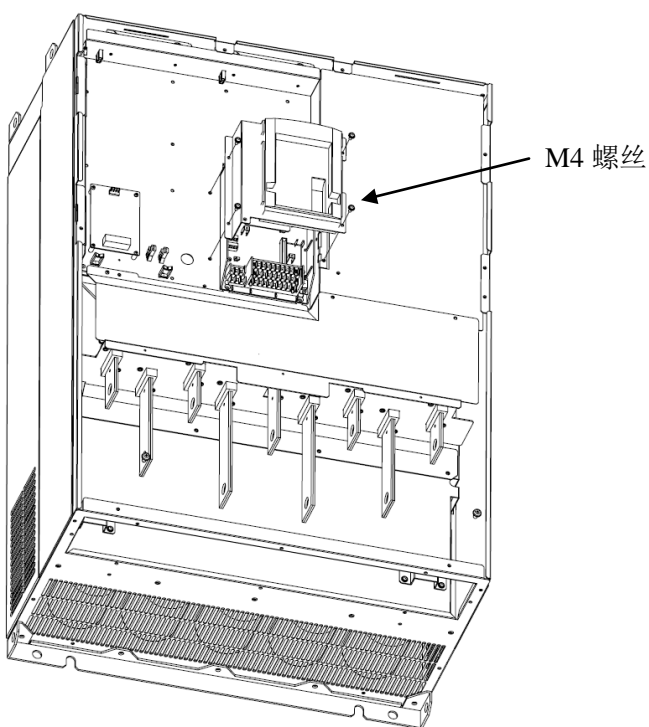

图 3
3. 将 profibus 基板安装在主控板的插槽内，用 3 颗 M3 螺丝将其紧固在金属支柱及转接垫片上（图 3）
3. 将 profibus 基板安装在主控板的插槽内, 用 3 颗 M3 螺丝将其紧固在金属支柱及转接垫片上(图 3)
3. 拧下 4 颗 M4 螺丝，将安装操作面板的支架卸下（图 3）